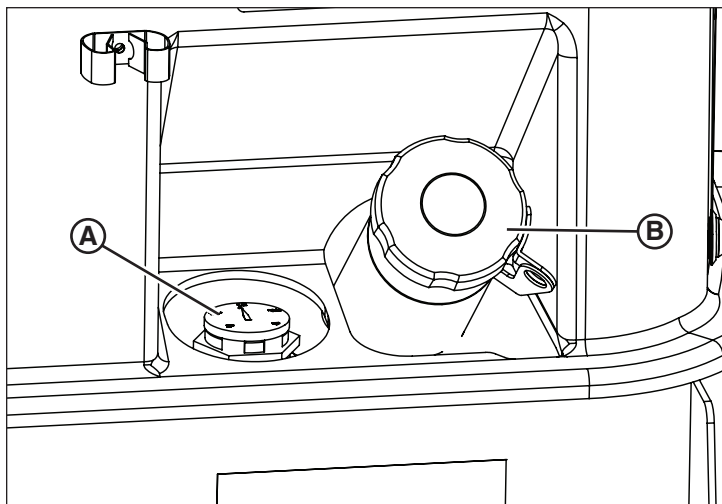

Figura 14
El remolque de la torre de iluminación está equipado con un tanque de combustible simple que tiene una capacidad de 189 L. Además, está equipado con un indicador de combustible tipo flotador (A, Figura 14, ubicado dentro del compartimiento del motor), el cual indica la cantidad de combustible en el tanque. Retire la tapa de llenado de combustible (B) y agregue combustible al tanque.